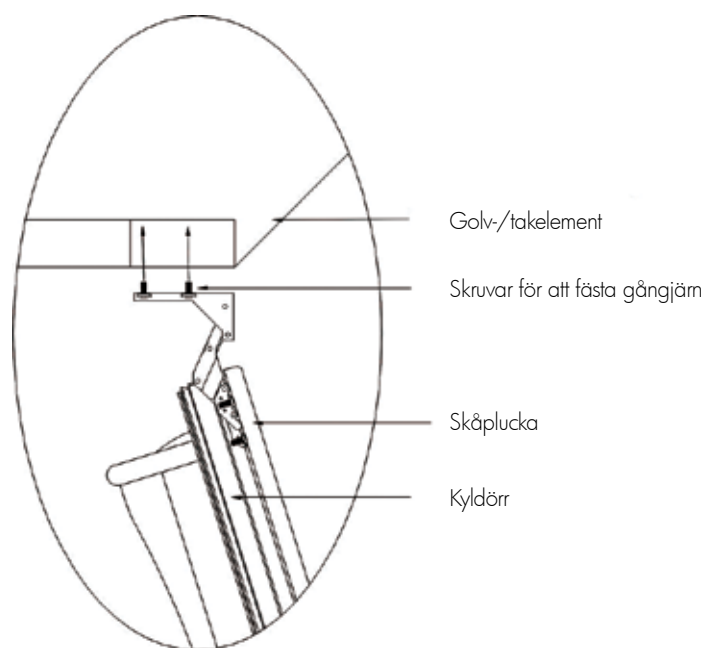

Fig 5
3. Skåpdörr. Skruva först ut fästskruvarna för gångjärn som sitter fästskruvade i golv och tak på den valda sidan med den medföljande sexkantsnyckeln. Öppna gångjärnen som är monterade på dörren. Dörren hålls i öppet läge medan gångjärnsskruvarna träs igenom hålen i gångjärnen och skruvas i (inte helt och hållet) i golv och tak, se fig. 5.